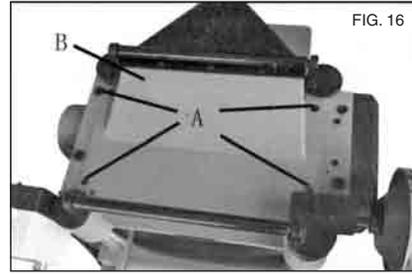

FIG. 16
2. Retire los cuatro tornillos (A), y retire la cubierta superior (B) como se muestra en la Fig. 16.
2. Retire los cuatro tornillos (A) y la cubierta superior (B) como se muestra en la Fig. 16.